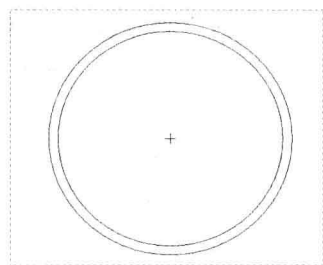

图 2-112 图形文件
Step 01 按【Ctrl+O】组合键，打开图形文件，如图 2-112 所示。